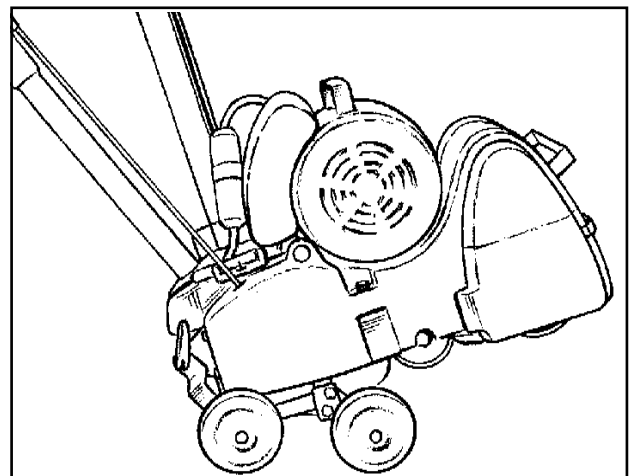

Figure 4
2. Tenez le charriot (diable) en position avec votre pieds et basculez l'appareil en place pour qu'il repose sur le charriot (diable). (Voir figure 4)